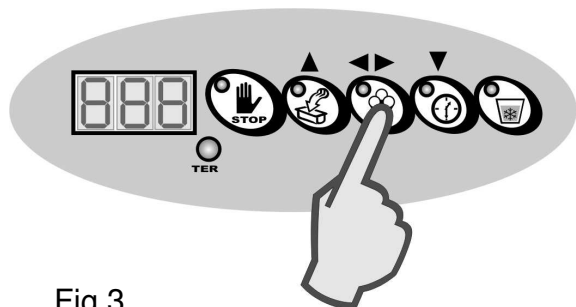

Fig.3
7. Si par contre, vous voulez modifier l'étape sélectionnée, appuyer sur la touche "**CONFIRMATION**" (fig. 3) pour visualiser la valeur actuelle ensuite, appuyer sur les touches **UP** ou "**DOWN**" pour augmenter ou diminuer respectivement la valeur. Ensuite appuyer sur la touche "**CONFIRMATION**" pour confirmer les données.